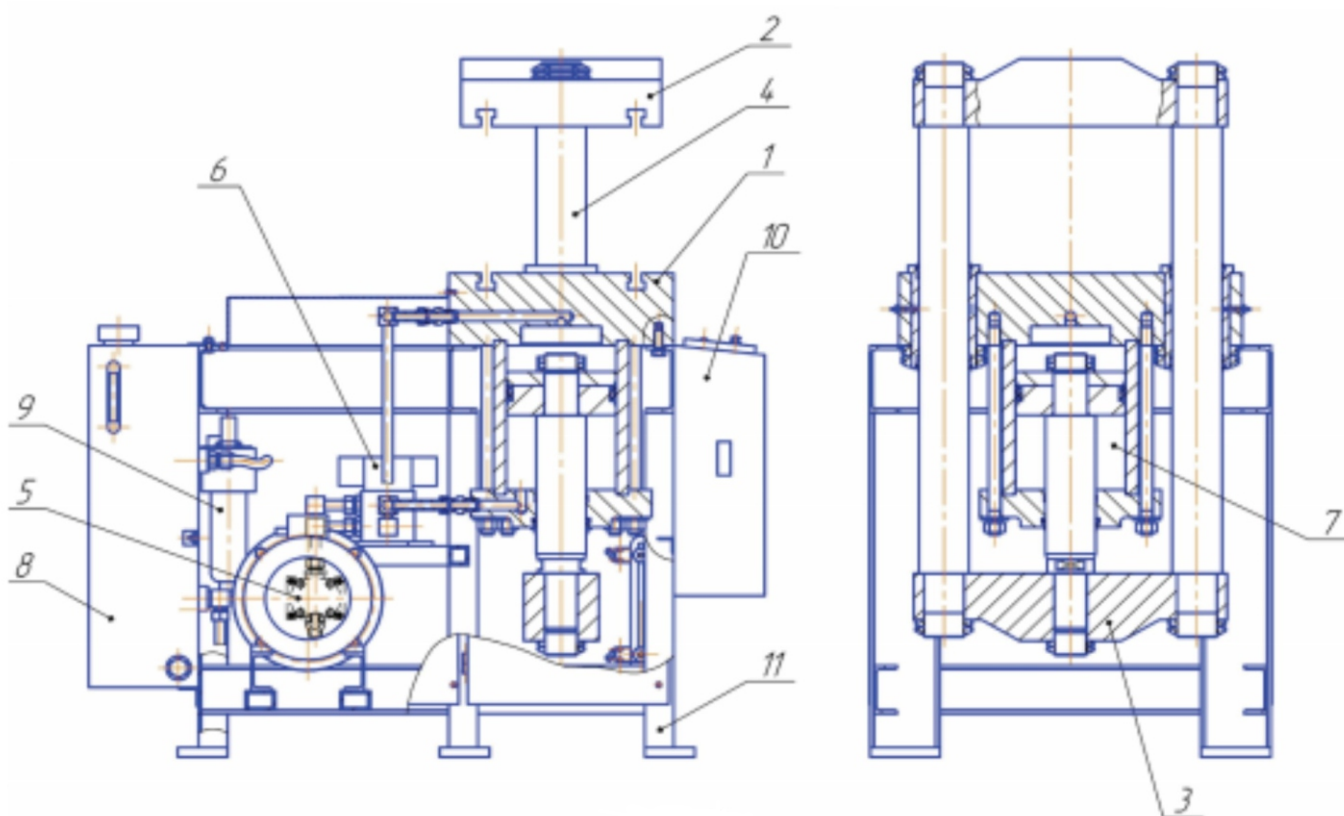

Рис.1. Пресс
6.1. Пресс состоит из следующих основных частей (рис. 1):